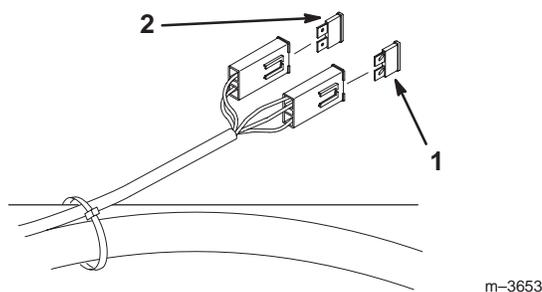

Figure 68
2. Pour remplacer un fusible, tirez dessus pour l'enlever (Fig. 68).